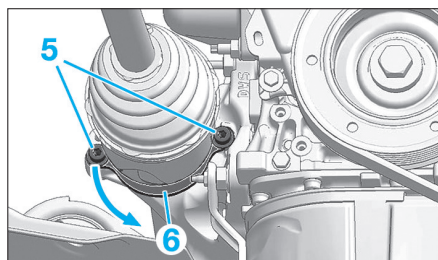

Fig. 4
- Dévisser sans les déposer, les 2 vis (5) (Fig.4).